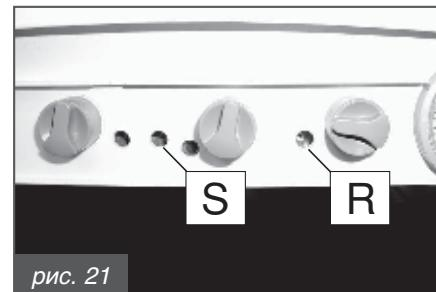

рис. 21
- установить регулятор тепловой мощности R (см. рис. 21) в МАКСИМАЛЬНОЕ ПОЛОЖЕНИЕ, вращая потенциометр ПО ЧАСОВОЙ СТРЕЛКЕ;
- повернуть триммер P ACC (S на рис. 21) в промежуточное положение и, после окончания режима тестирования, проверить, что включение горелки происходит корректно и бесшумно: в противном случае, повысить или понизить мощность включения, действуя на триммер P ACC (для повышения, вращать по часовой стрелке; для уменьшения, вращать против часовой стрелки);